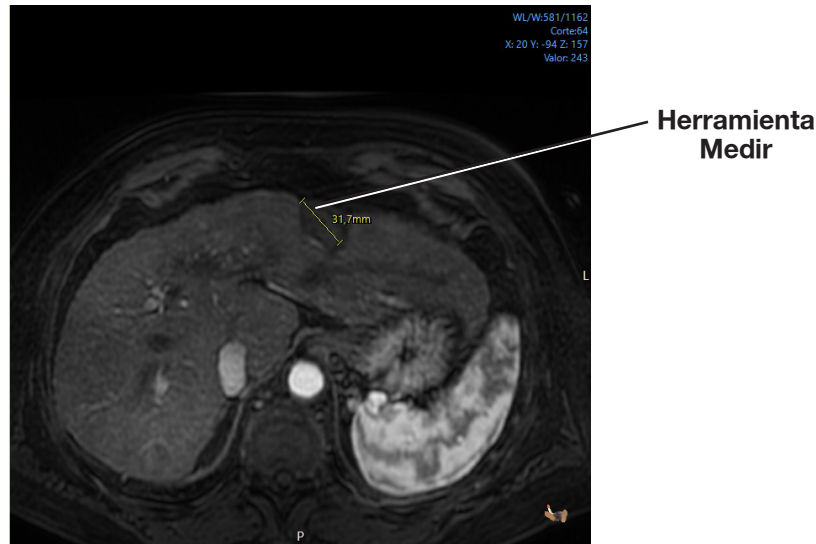

Figura A-6: Uso de la herramienta Medir.
3. Arrastre el cursor de la herramienta hasta el punto final deseado y suelte el botón. La línea aparece con la medición en mm (véase la Figura A-6).